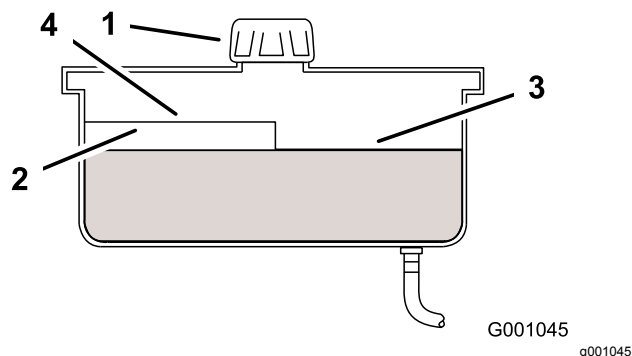

Рисунок 52
4. Очистите зону вокруг крышки и заливной горловины гидравлического бака (Рисунок 52).
5. Снимите крышку заливной горловины. Посмотрите внутрь, чтобы проверить, есть ли жидкость в баке (Рисунок 52).
Примечание: Когда жидкость прогрета, ее уровень должен находиться на отметке горячей рабочей жидкости на перегородке (Рисунок 52).